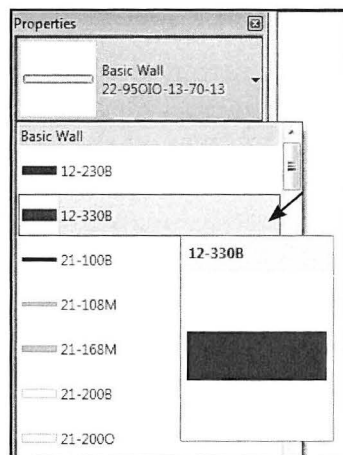

Fig. 05.83. Vælg vægtyper i Properties.
- Vælg 12-330B vægtype i *Properties* (Fig. 05.83).